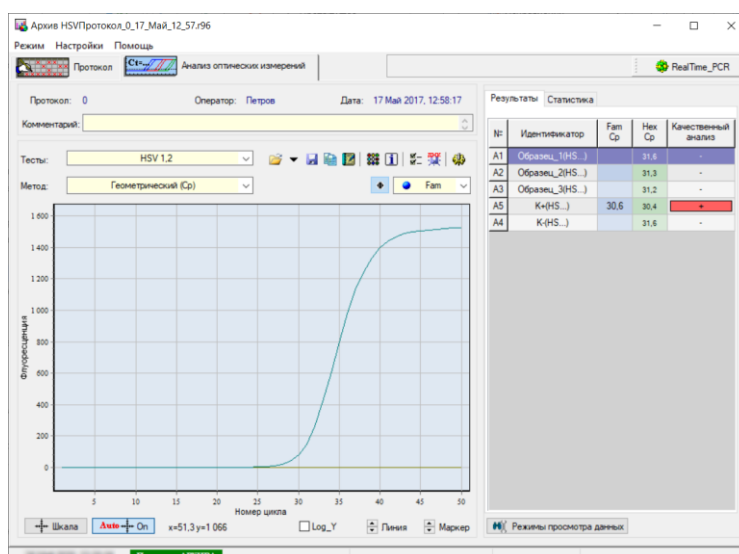

Рис.63 Окно режима «Архив»
4. Открыть двойным кликом любой сохраненный файл протокола (тип файла *.r48, *.r96, *.384). В этом случае сразу откроется протокол с результатами оптических измерений (Рис.63).